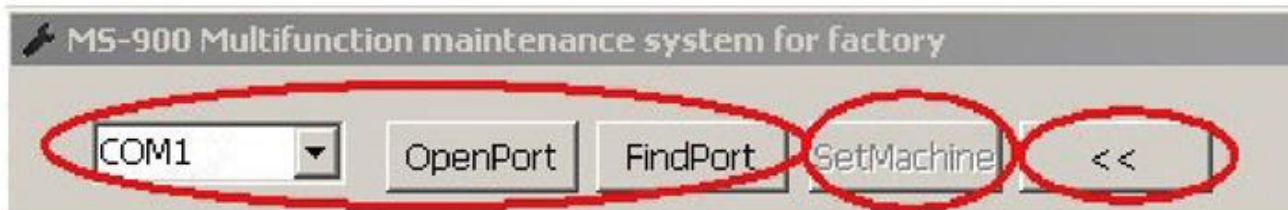

Рисунок 1
2. Нажмите «Find Port» («Найти порт»). ПО выполнит поиск порта и автоматически подключит прибор. Чтобы отключить, нажмите на «Close» («Заккрыть») (рисунок 1).